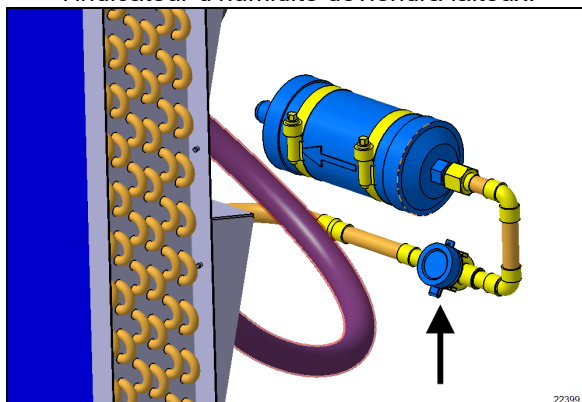

FIGURE 85 : REGARD DE L'INDICATEUR D'HUMIDITÉ
- 2- Lorsque la climatisation est en marche depuis au moins dix minutes, le regard de l'indicateur d'humidité (FIGURE 85) doit être transparent. Il ne doit pas être laiteux et ne doit pas contenir de bulles. La présence de bulles dans le regard de l'indicateur d'humidité est un signe de faible charge du réfrigérant. La température du filtre déshydrateur qui se trouve à proximité doit être presque uniforme, avec une différence de 5 °F entre l'aspiration et l'évacuation. Un filtre partiellement bloqué produira de la vapeur instantanée et le l'indicateur d'humidité deviendra laiteux.